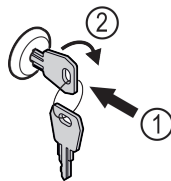

Fig. 206
- ▶ Sleutel erin duwen. Fig. 206 (1)
- ▶ Sleutel 90° rechtsom draaien. Fig. 206 (2)